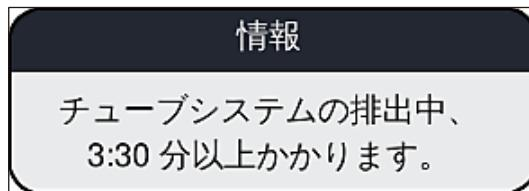

図 106
6. 画面にはオペレーターに作業時間を伝える情報メッセージ（→図106）が表示されます。このメッセージはエアポンプの動作が終わり次第消えます。